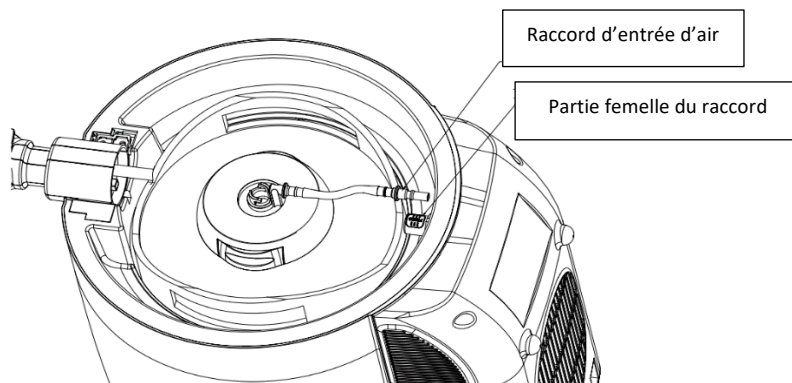

Figure 8
10. Insérez le raccord d'entrée d'air à l'extrémité du tuyau de bière sur le dispositif de vanne dans la prise d'entrée d'air, et vous pouvez entendre un léger clic indiquant qu'il est bien branché (comme illustré sur la figure 8).